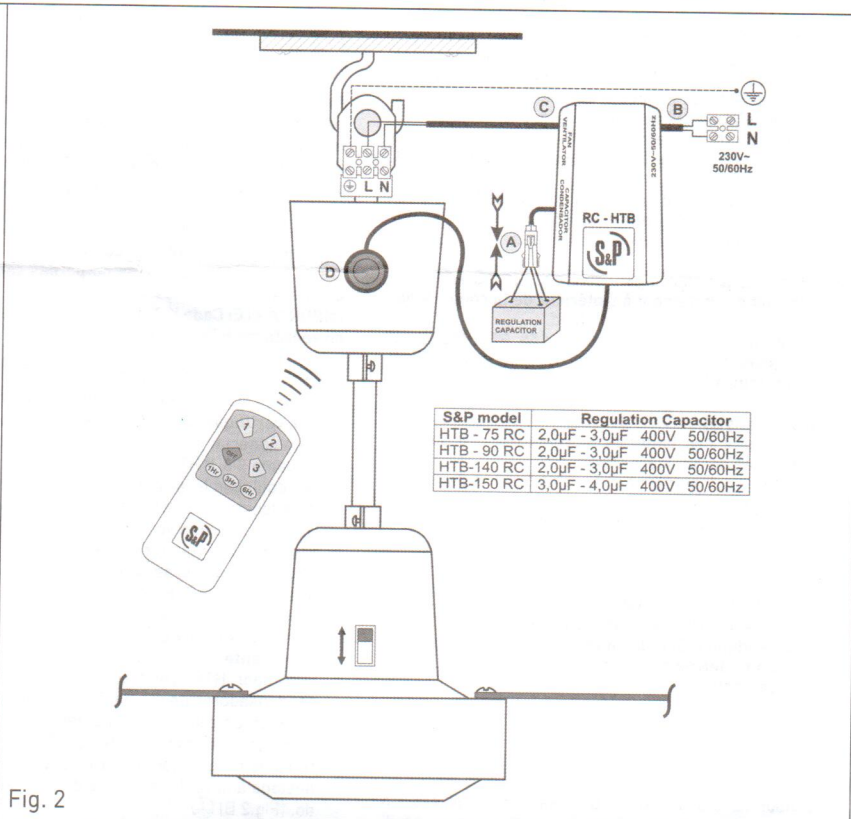

Fig. 2
- Conecte el condensador de regulación extraído anteriormente al KIT RC-HTB. (Fig. 2 A) **Importante:** Si va a instalar más de un ventilador HTB, asegúrese de NO mezclar los condensadores de regulación. (Véase Tabla figura 2)
- Conecte los cables de alimentación de la red eléctrica (230V-50/60 Hz), a la regleta de conexión L-N del KIT RC-HTB. El cable de tierra de la red (amarillo-verde), va directamente conectado a la regleta del ventilador de techo. (Fig.2 B)
- El cable de salida del KIT RC-HTB (ventilador) va conectado a la regleta L-N del ventilador de techo. (Fig.2 C)
- Extraiga el film de protección del adhesivo, y podrá pegar el receptor de señal infrarrojos, en el exterior de la copa superior del ventilador de techo. (Fig.2 D) Una vez conectados los cables se introduce correctamente el KIT RC-HTB dentro de la copa superior del ventilador de techo.
- Connect the regulator condenser you just removed to the RC-HTB KIT. (Fig. 2 A) **Important:** If you are going to install more than one HTB fan, make sure not to mix up the regulator condensers. (See the table in figure 2)
(230V-50/60 Hz) to the L-N connection block from the RC-HTB KIT. The ground wire (yellow-green) connects directly to the connection block of the ceiling fan. (Fig. 2 B)
- The cable running out from the RC-HTB KIT (Fan) connects to the L-N connection block on the ceiling fan. (Fig. 2 C)
- Remove the protective adhesive film and stick on the infra-red sensor on the outside of the upper coupling of the ceiling fan. (Fig. 2 D) Once the cables are connected, put the RC-HTB KIT inside the upper coupling of the ceiling fan.
2. Connectez le condensateur de régulation extrait précédemment au KIT RC-HTB. (Fig. 2 A)
**Important:** Si vous souhaitez installer plus d'un ventilateur HTB, assurez-vous de NE PAS mélanger les condensateurs de régulation. (Voir table figure 2)
3. Connectez les câbles d'alimentation du réseau électrique (230V-50/60 Hz), à la réglette de connexion L-N du KIT RC-HTB. Le câble de terre du réseau (jaune-vert), se connecte directement à la réglette du ventilateur de plafond. (Fig. 2 B)
4. Le câble de sortie du KIT RC-HTB (ventilateur) se connecte à la réglette L-N du ventilateur de plafond. (Fig. 2 C)
5. Enlevez le film de protection de l'adhésif pour pouvoir coller le récepteur du signal infrarouge sur l'extérieur de la coupe supérieure du ventilateur de plafond. (Fig. 2 D)
2. Collegare il condensatore per la regolazione estratto precedentemente dal KIT RC-HTB. (Fig. 2 A)
3. Collegare i cavi d'alimentazione della rete elettrica (230V-50/60 Hz), alla morsetteria L-N del KIT RC-HTB. Il cavo di terra (giallo-verde), va collegato direttamente alla morsetteria del destratificatore (Fig.2 B)
4. Il cavo d'uscita del KIT RC-HTB (Ventilatore) va collegato alla morsetteria L-N del destratificatore. (Fig.2 C)
5. Rimuovere la pellicola protettiva adesiva e incollare il ricevitore del segnale a infrarossi all'esterno della tazza superiore della ventola del soffitto (Fig.2 D)